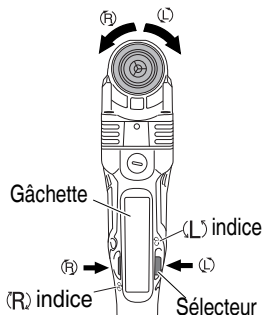

Fig. 8
La mèche tourne dans le sens horaire (vu de l'arrière) quand on appuie sur côté-R du sélecteur. En appuyant sur le côté-L du sélecteur la mèche tourne dans le sens anti-horaire (Voir Fig. 8). (Les repères (L) et (R) sont marqués sur le corps).